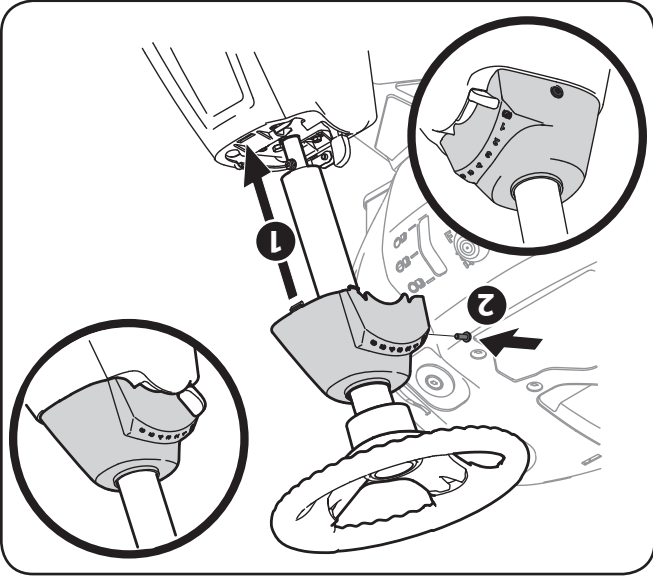

Figure 3-3
7. Glissez le couvercle vers le bas sur le tracteur (1) et tournez légèrement vers la droite et emboîtez en place. Fixer la colonne avec la vis hexagonale (2) retirées précédemment. Voir la Figure 3-3.